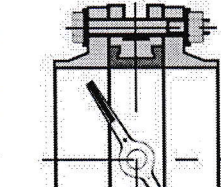

Рис. 6
7. Затяните болты (шпильки) так, чтобы фланцы и корпус (металлическая часть) затвора соприкасались. Затяжка болтов на межфланцевых соединениях должна быть равномерной по всему периметру. Медленно закройте и откройте дисковый поворотный затвор. Если установка затвора была проведена правильно, затвор должен свободно открываться и закрываться (рис.6).